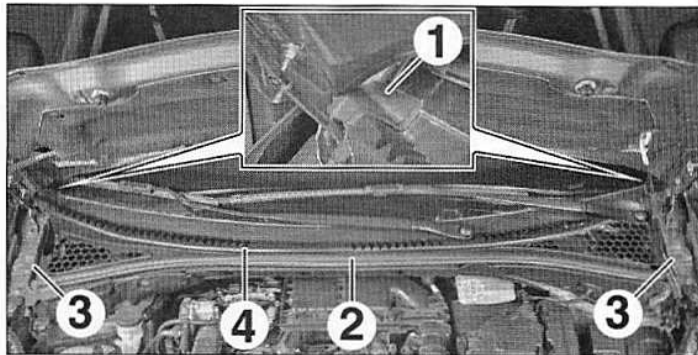

FIG.44
- les joints (1), (2) et (3) (Fig.44).